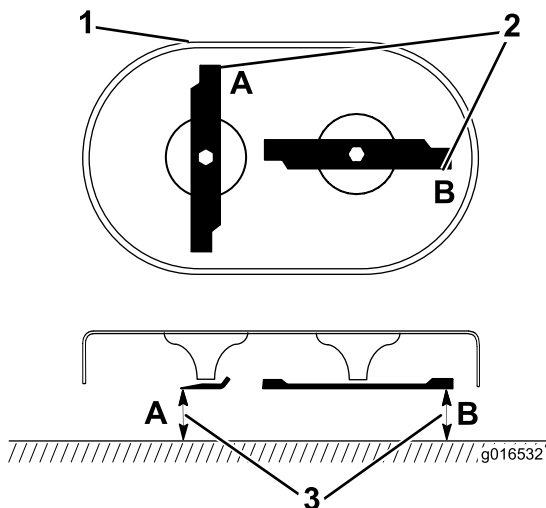

Figure 30
1. Faites tourner les lames jusqu'à ce qu'elles soient dans la position illustrée à la Figure 30.
2. Mesurez la distance entre une surface plane et le tranchant aux points **A** et **B**, (Figure 30), et notez les deux dimensions.